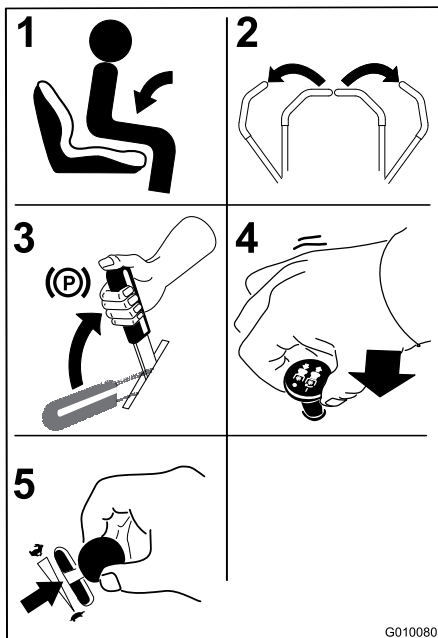

Figure 15
1. Asseyez-vous sur le siège (Figure 15).
2. Écartez les commandes de déplacement vers l'extérieur en position de verrouillage au point mort (Figure 15).
3. Serrez le frein de stationnement (Figure 15) (voir Serrage du frein de stationnement).
4. Placez la commande des lames (PDF) en position désengagée (Figure 15).